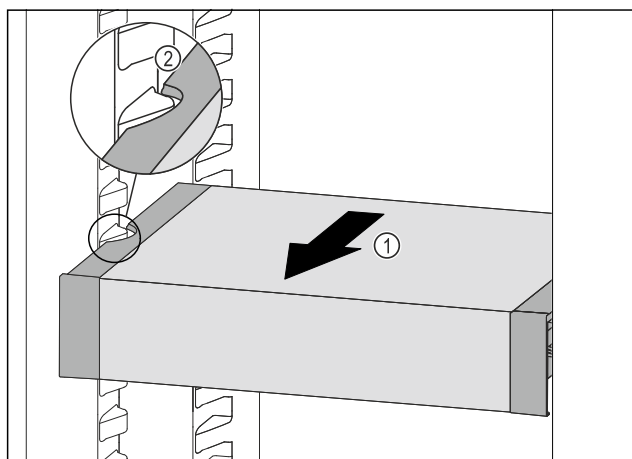

Fig. 140
- ▶ VarioSafe pociągnąć w przód Fig. 140 (1), aż boczne wycięcia szuflady VarioSafe będą się znajdować na wysokości żeber pojemnika w chłodziarce. Fig. 140 (2)